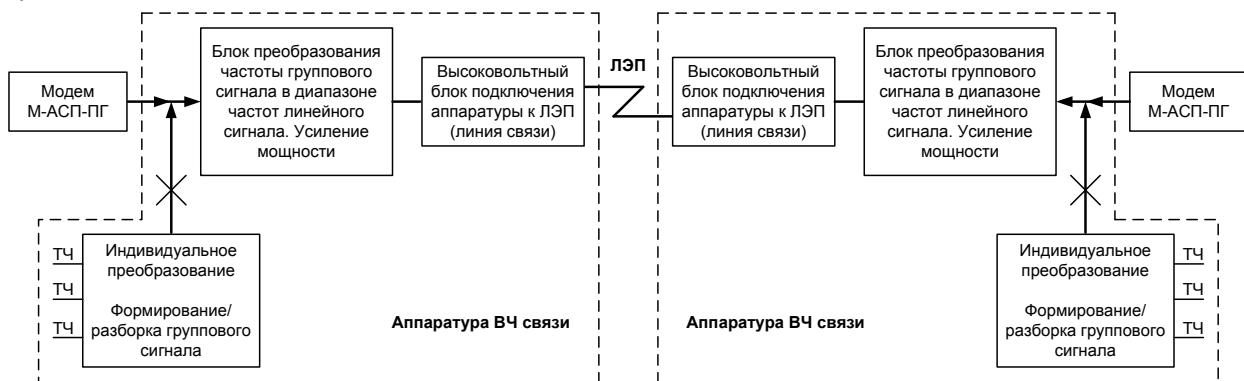

Рис. 6. Схема подключения модемов для организации дуплексного канала связи
Схема подключения модемов (версия ЛЭП) для организации дуплексного канала связи приведена на Рис. 6.
1. Соединить модемы в соответствии со схемой, приведенной на Рис. 6.